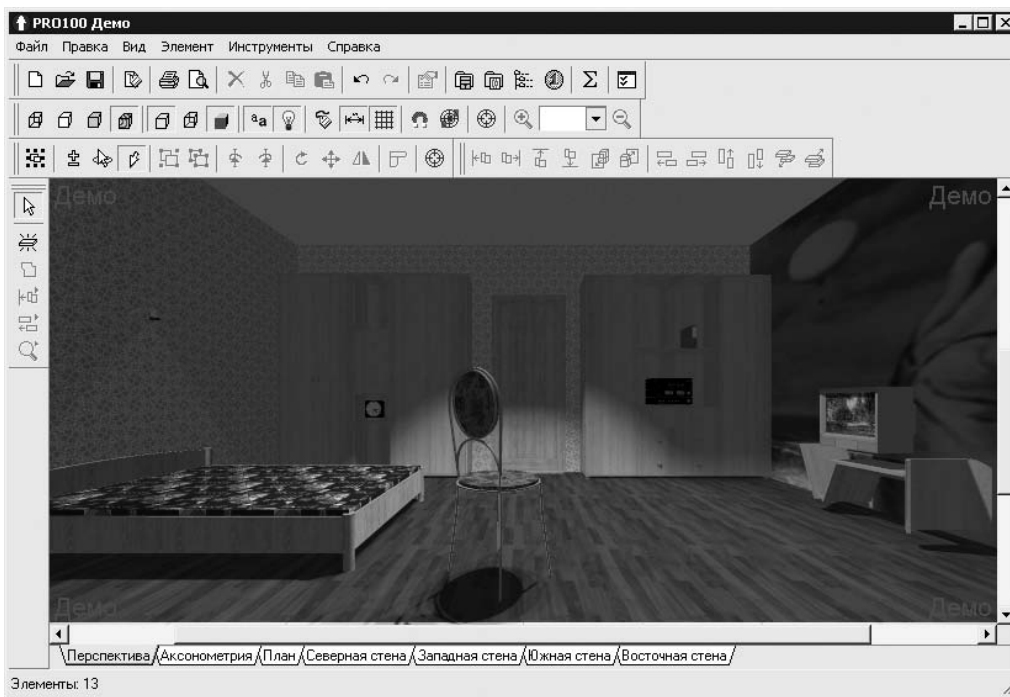

Рис. 9.22
5. Нажмите кнопку Фотореалистическое отображение на панели инструментов Вид — после обработки данных программой получится изображение виртуальной комнаты (рис. 9.22).